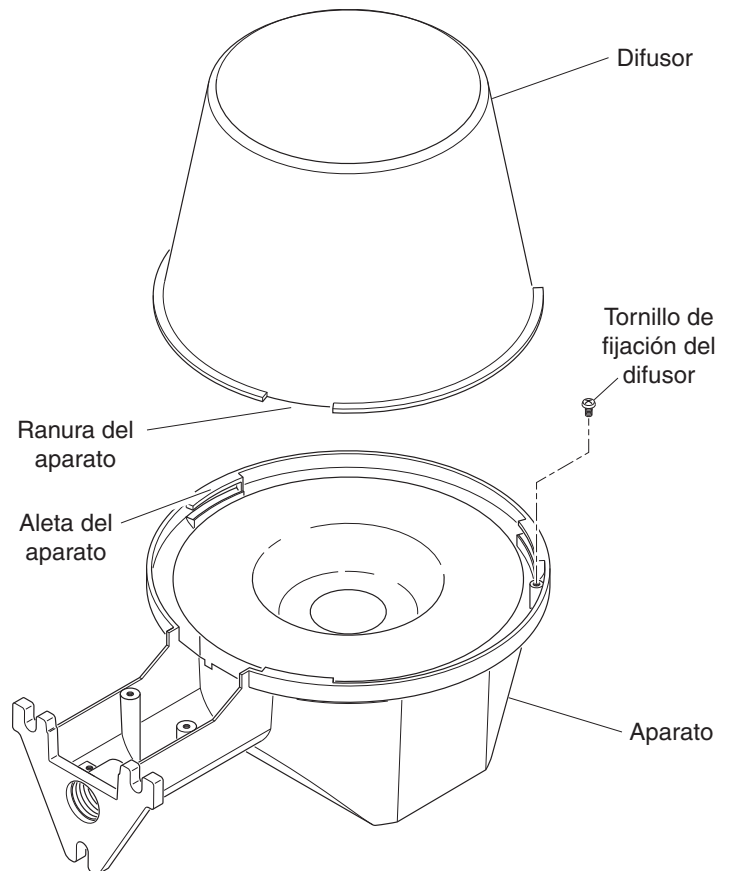

Figura 1
2. Quite del aparato el tornillo de fijación del difusor (vea la Figura 1).
3. Alinee las ranuras del difusor con las aletas del aparato y coloque el difusor sobre el aparato (vea la Figura 1).
4. Gire el difusor en sentido horario hasta que el difusor se pare (vea la Figura 1).
5. Ponga el tornillo de fijación que se quitó en el paso 2 (vea la Figura 1).
2. Quite el tornillo de sujeción del difusor y el difusor (ver la Figura 1).